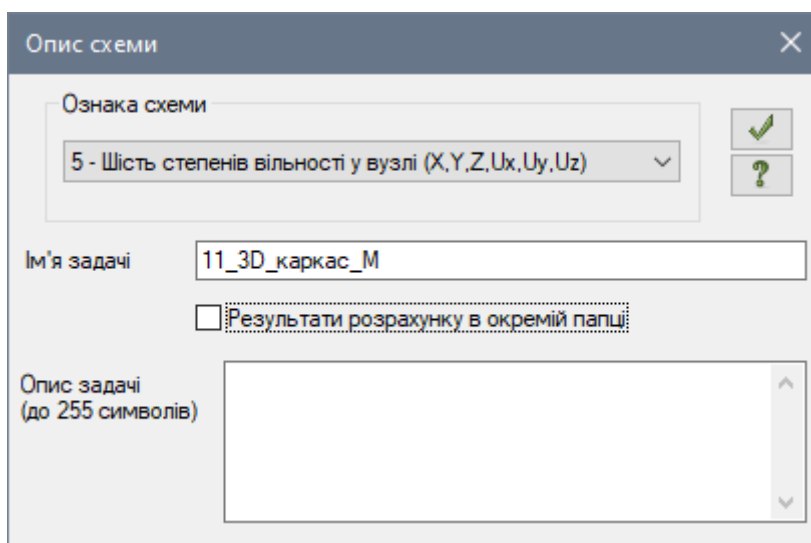

Рис. 11.2. Діалогове вікно **Опис схеми**
- У діалоговому вікні **Опис схеми** (рис. 11.2) задайте наступні параметри: